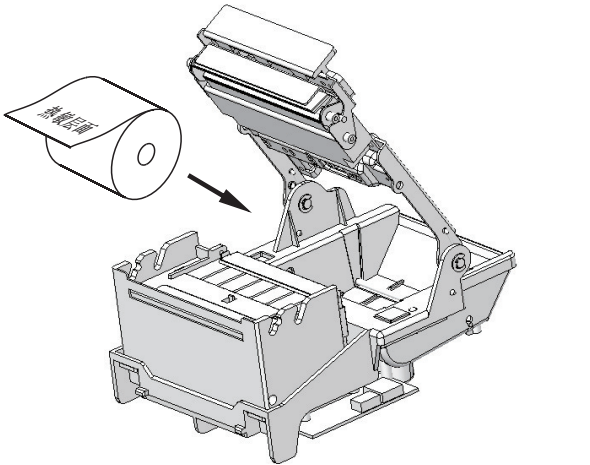
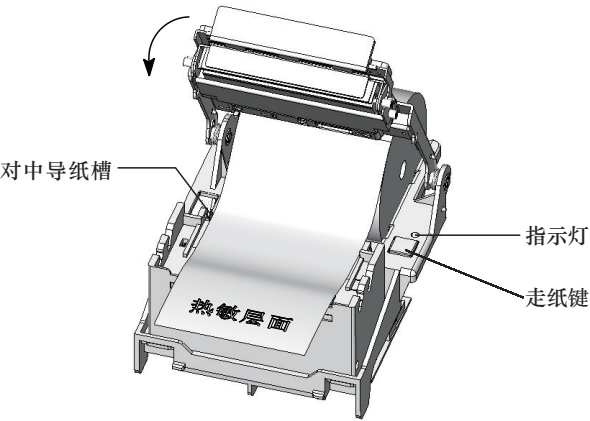

图12
图13
- 3) 按（图12）所示把纸卷放入纸兜，打印面朝上，放入时纸卷会顶开打印装置向后翻转。用手指拉打印纸端部在打印头导纸槽并对中放置（图13），向下旋转打印装置（注意：打印纸应该在导纸槽内及中对放置），到较低位置后用手压住打印机中间位置稍微用力往下摁，同时应听到明显的“咔”一声的自锁声音，打印自锁完成；